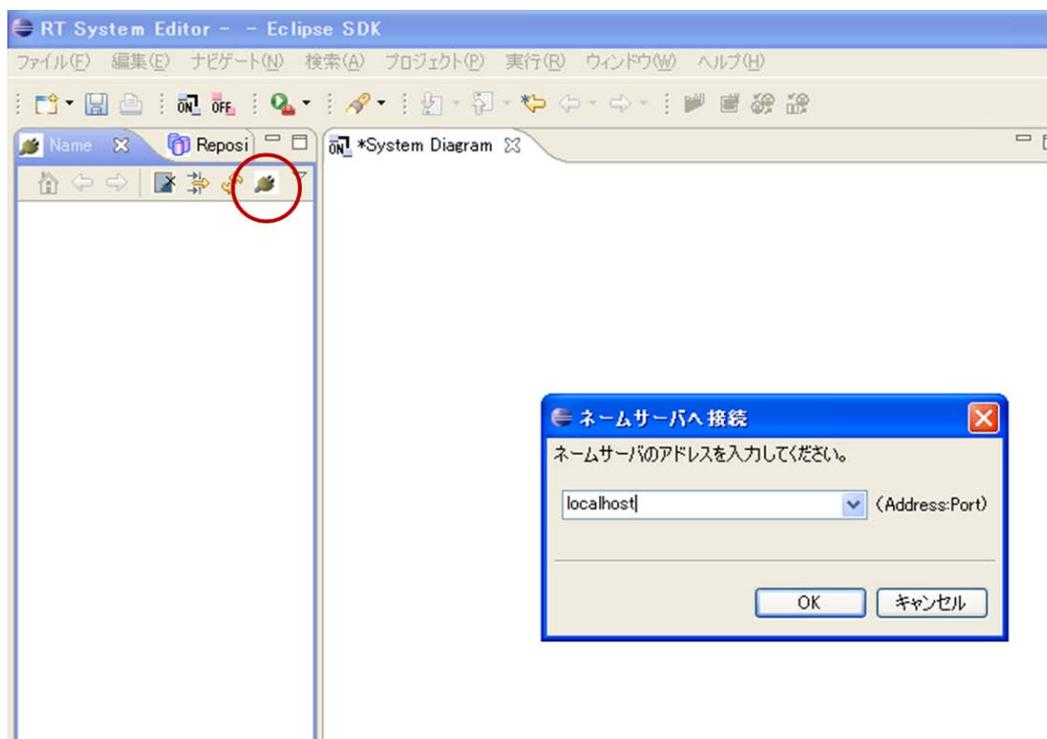

図 3. Eclipse の画面
- ⑥ RT System Editor での操作
- (イ) 図 3 の赤い丸で囲んだアイコン『ネームサーバを追加』を選択する。
- (ウ) 図 3 のように『ネームサーバに接続』の Address Port に『localhost』と入力して OK を選択する。